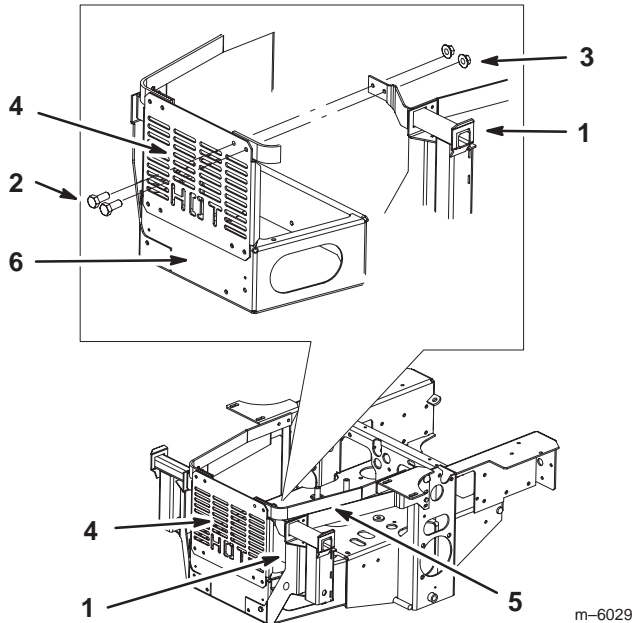

Figure 14
7. Montez le support de fixation du dispositif de ramassage sur le bouclier thermique arrière et la barrette de protection du moteur à l'aide de 2 boulons (5/16 x 1") et 2 écrous à collerette (5/16") (Fig. 14).
8. Répétez la procédure de l'autre côté (Fig. 14).
2. Serrez le support de fixation du dispositif de ramassage sur le bouclier thermique arrière supérieur et la barrette de protection du moteur (Fig. 14). Reportez-vous au tableau des couples de serrage.